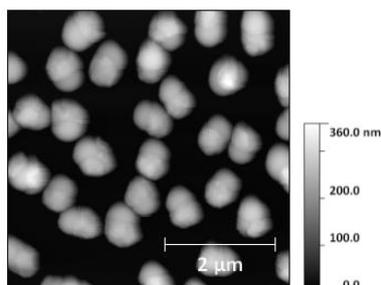
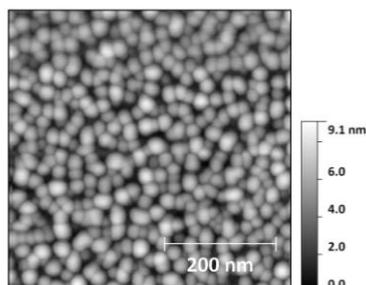
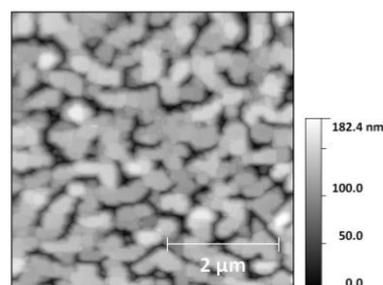

Fig. 1 AFM image of GaSb directly grown on Si(100) substrate.
Fig. 2 AFM image of GaSb dots on Ga/Si(100) reconstructed surface.
Fig. 3 AFM image of 100-nm-thick GaSb film grown on GaSb dots.
**実験・結果** : 試料作製に用いた 2 インチ Si(100)基板は, BHF を用いた表面エッチング, H 終端処理および MBE 装置 (Veeco 製 Gen II) 内でのサーマルクリーニング ( $\sim 680 \text{ }^\circ\text{C}$ ) により Si(100)清浄表面を形成した。図 1 は Si(100)清浄表面上に直接 GaSb (100 nm) を成長温度 ( $T_s$ )  $500 \text{ }^\circ\text{C}$  で成長した試料表面の AFM 像で, 3 次元島 (密度 :  $1.2 \times 10^8 \text{ cm}^{-2}$ , サイズ : 500 nm) が形成され, 2 次元薄膜の成長には至らなかった。次に Si(100)清浄表面上に Ga (0.5 ML) のみを  $T_s = 600 \text{ }^\circ\text{C}$  で照射, 更に GaSb (2.7 ML) を  $T_s = 300 \text{ }^\circ\text{C}$  で成長し, GaSb ドット (密度 :  $1.9 \times 10^{10} \text{ cm}^{-2}$ , サイズ : 18 nm) の形成に成功した (図 2)。今回, GaSb ドット形成手法を STM から MBE に変更したことにより, より高密度かつ小型の GaSb ドットが形成されたことから, 高い成長レート (0.07 ML/s) と Sb 分子線種の違いが Ga 拡散に影響することが推察される。図 3 は形成された GaSb ドット上に GaSb (100 nm) を  $T_s = 500 \text{ }^\circ\text{C}$  で成長した試料表面の AFM 像で, 表面荒さ (RMS) は 29.8 nm ではあるが GaSb 薄膜はドメイン成長しており, GaSb ドットが GaSb 薄膜のテンプレートとして有用であること, GaSb 薄膜が大面積 Si(100)基板上に成長可能であることを示唆している。